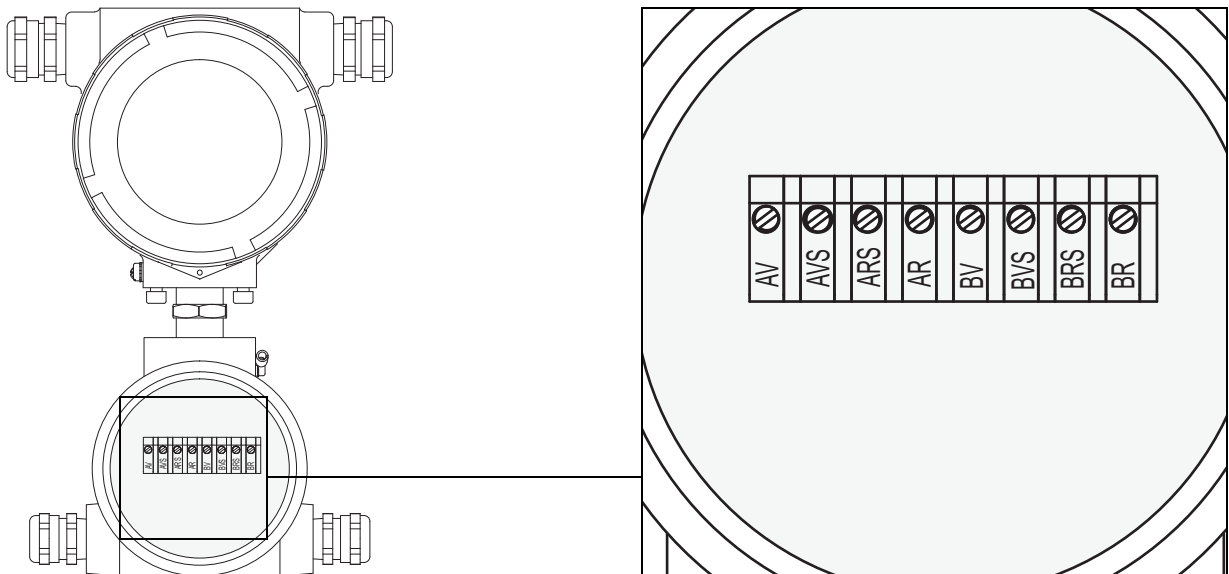
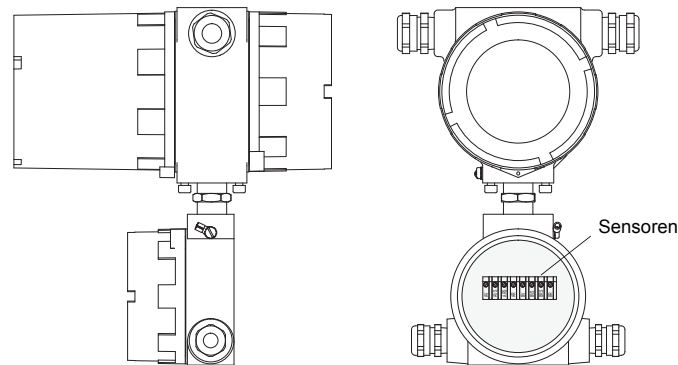

Abb. 6.4: Klemmenbezeichnung des Messumformers (Sensoren)
Abb. 6.6: Klemmen für den Anschluss der Sensoren (Verlängerungskabel)
- Schließen Sie Seele und Schirm korrekt an die Klemmen des Messumformers an (siehe Abb. 6.6, Abb. 6.4 und Tab. 6.1).